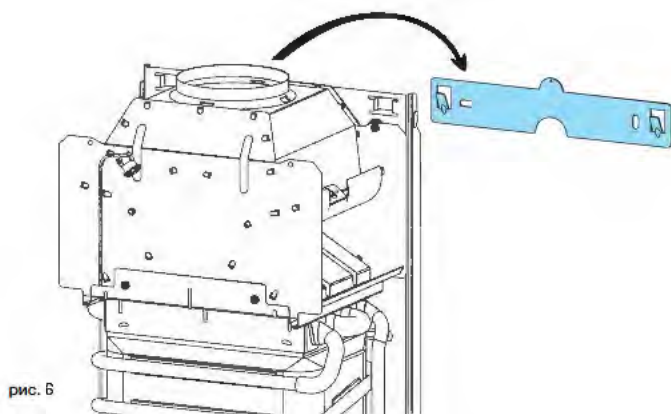

рис. 6
- Заведите верхние отверстия рамы на крюки крепежной пластины (рис. 6)